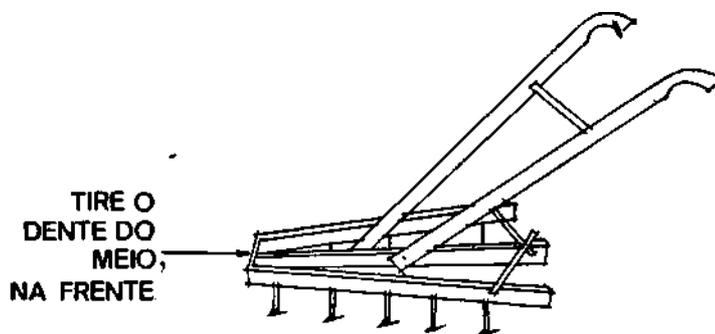

fig. 1
- a) Retire o dente da frente, que fica no meio da gradinha (fig. 1).